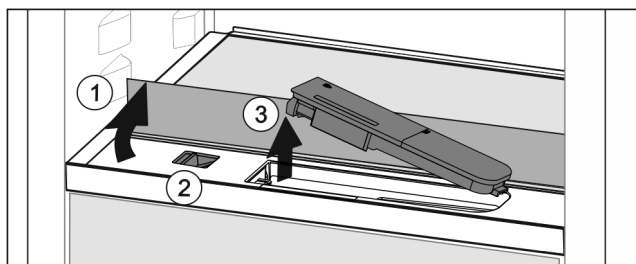

Fig. 57
- ▶ Skleněnou desku nadzvedněte a zaklapněte dozadu až na doraz Fig. 57 (1).
- ▶ Posuvník Fig. 57 (2) posuňte doleva.
- ▶ Vyměňte nádržku na vodu Fig. 57 (3).